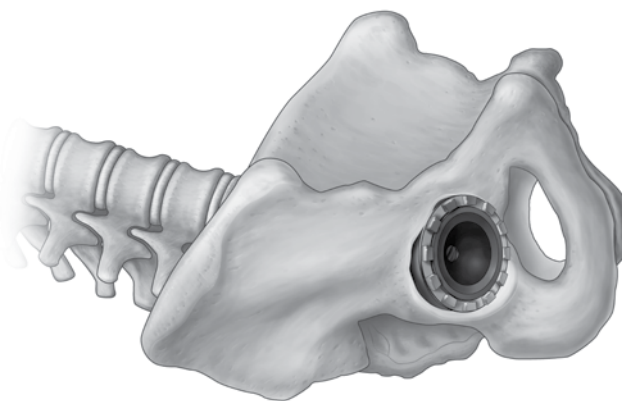

Abb. 9
Schritt 3: Setzen Sie das Probeinlay in die Pfanne. Das Probeinlay sollte für die vollständige Probereposition in der Pfanne verbleiben. (Abb. 9).